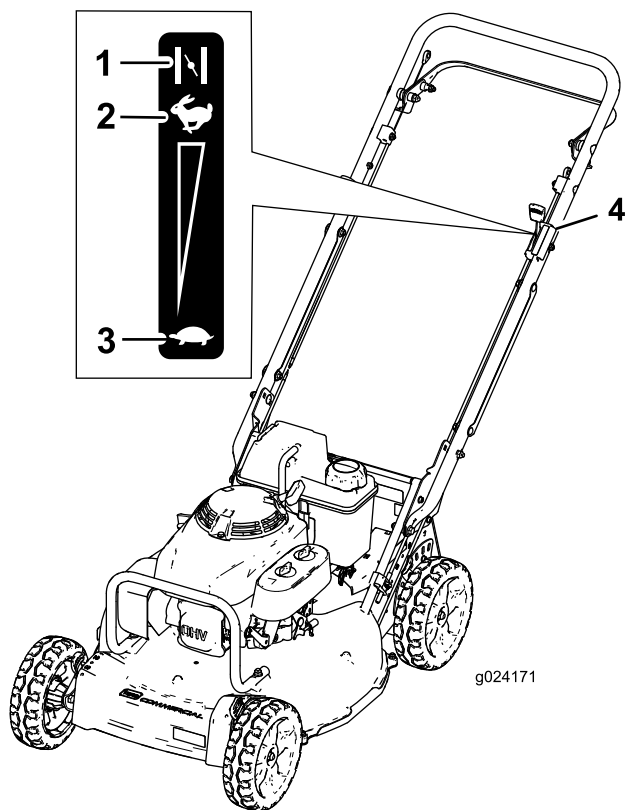

Figura 14
3. Mueva la palanca de control del acelerador a la posición de Estárter (Figura 14).
6. Cuando el motor arranque, mueva la palanca de control del acelerador a la posición de Rápido (Figura 14).